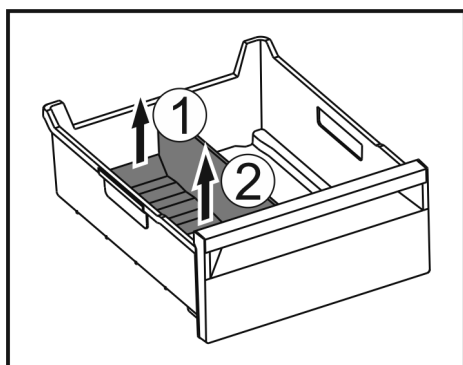

Fig. 114
- ▶ 提升冰格分隔器后部。 Fig. 114 (1)
- ▶ 向上取出冰格分隔器。 Fig. 114 (2)